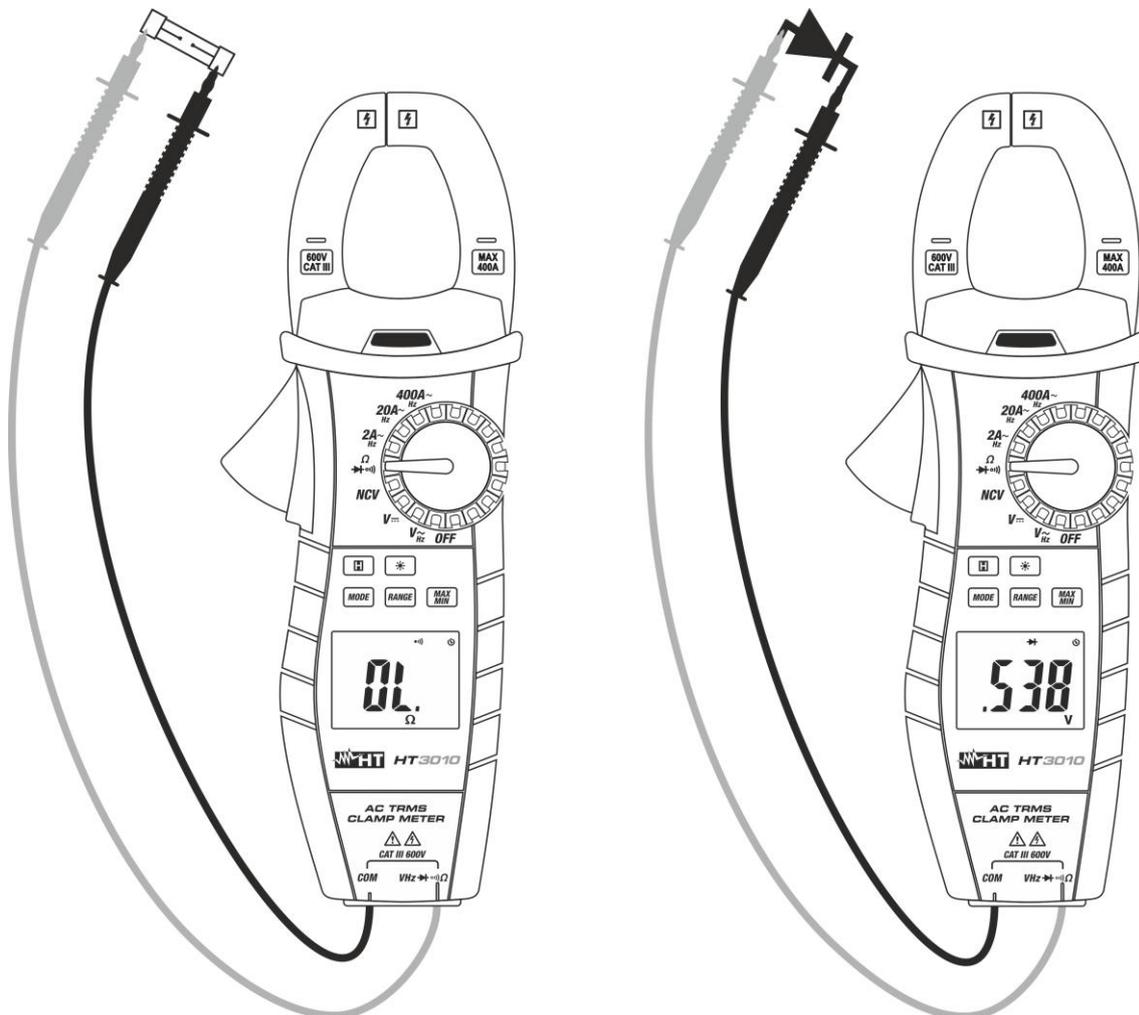

Fig. 7: Utilização da pinça em Testes de Continuidade e Testes de Díodos
3. Inserir o cabo vermelho no terminal de entrada **VΩHz** $\rightarrow \text{diode symbol}$ e o cabo preto no terminal de entrada **COM** e efetuar o teste de continuidade sobre o objeto em teste (ver Fig. 7 – parte esquerda). O indicador sonoro emite um sinal acústico quando o valor da resistência medida é inferior a cerca de 30Ω .
5. Conectar a ponteira vermelha ao ânodo do díodo e a ponteira preta ao cátodo no caso de medição de polarização direta (ver Fig. 7 – parte direita). Inverter a posição das ponteiros no caso de medição de polarização inversa.